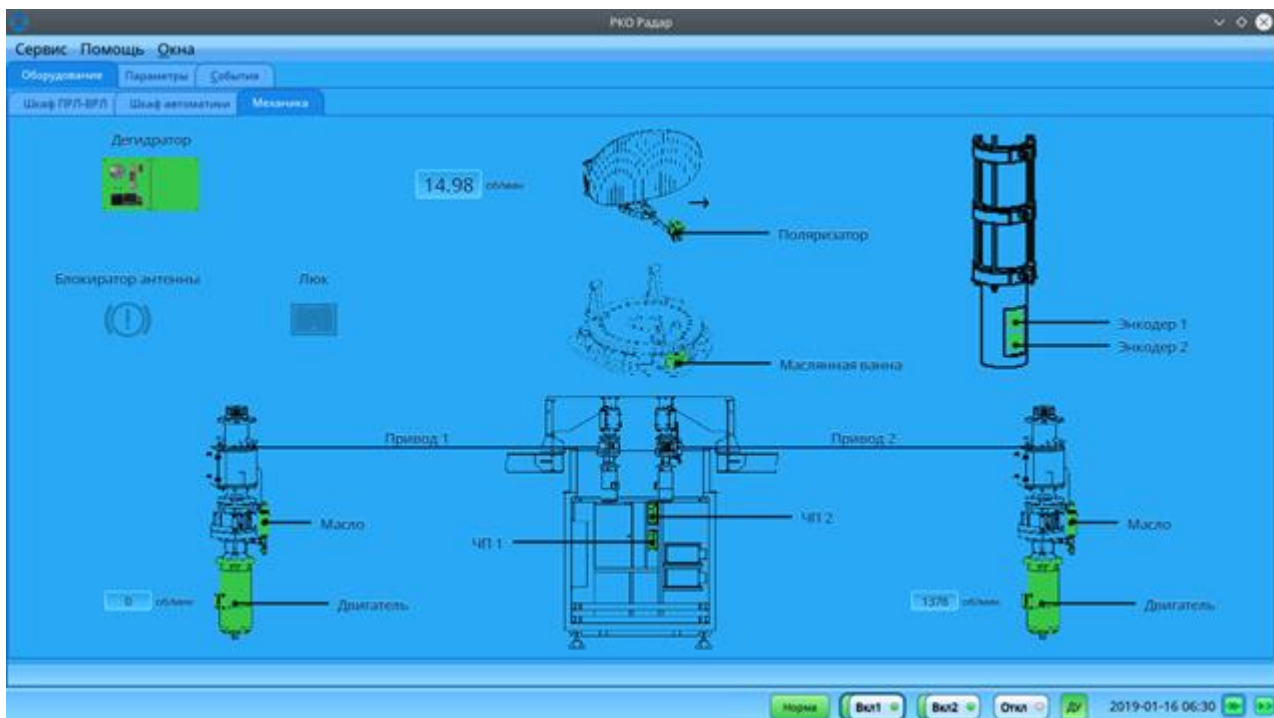

Рисунок 8. Вид вкладки "Механика"
3.2.1.5 Состояния электромеханических устройств отображаются на вкладке «Механика» (рисунок 8).